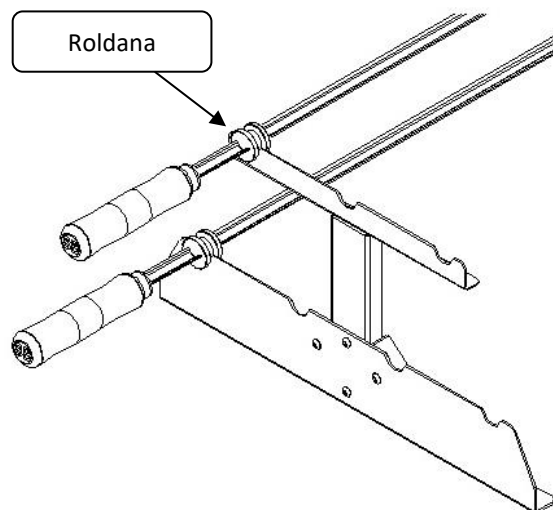

Figura 08
- f) Após realizar a fixação das partes, deve-se regular a Roldana dos espetos. A mesma deve ser solta e seu canal posicionado no centro do Apoio Frontal (figura 08). Após este posicionamento, volte a apertar o parafuso que fixa a Roldana no espeto, deixando a mesma firme, evitando que o espeto desencaixe da Estrutura Traseira, caindo no fogo.